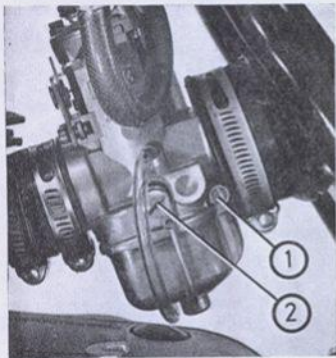

Fig. 13
**4. Ajuste de la marcha lenta (ralenti).** La marcha lenta adecuada es aquella que permite rodar a muy pocas revoluciones en primera velocidad. Para ello, graduar el tornillo 2 situado en el lado izquierdo del carburador (fig. 13). Para aumentar o disminuir la marcha lenta se debe roscar o desenroscar dicho tornillo 2.
Para graduar la mezcla se dispone del regulador del aire 1 (fig. 13), situado en el lado izquierdo del carburador. Para determinar la posición del regulador del aire, poner el motor en marcha lenta, roscar el regulador hasta el fondo y luego desenroscar  $\frac{1}{4}$  de vuelta. Si el motor no soporta bien esta graduación, roscar el regulador hasta que el motor tienda a pararse por mezcla demasiado rica. En este momento desenroscar el regulador hasta que el motor tienda a pararse por mezcla demasiado pobre. La graduación más adecuada será la media entre ambas graduaciones.